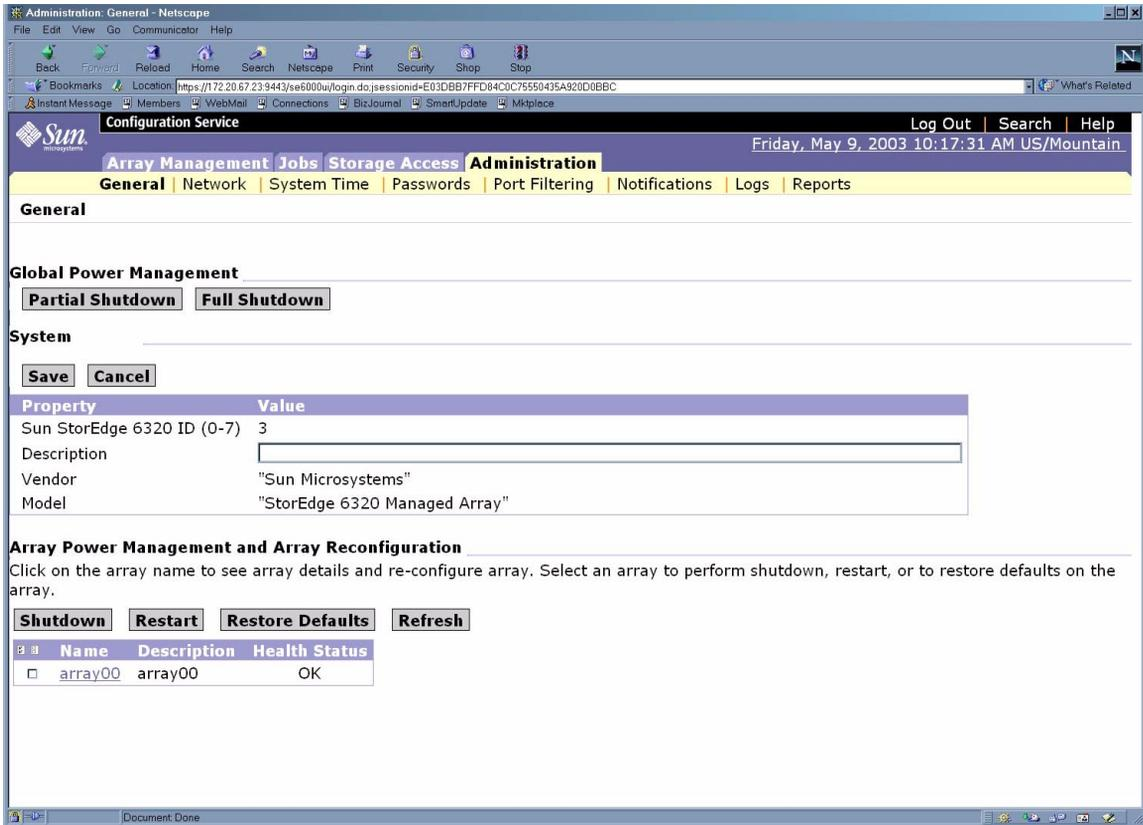

图 B-9 选择“管理常规”窗口中的“部分关闭系统”
3. 单击 Partial Shutdown（部分关闭系统），如图 B-9 所示。